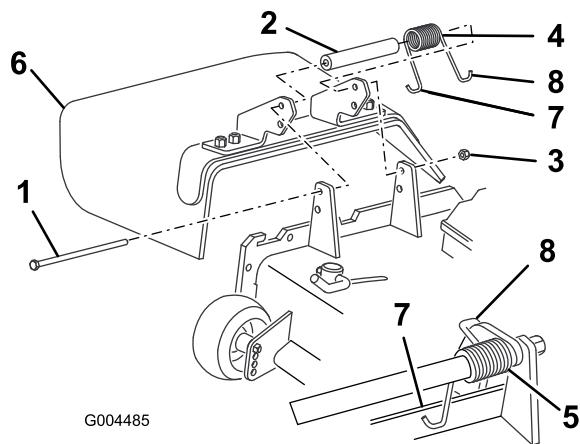

Bild 76
2. Entfernen Sie die Sicherungsmutter, Schraube, Feder und das Distanzstück, mit denen das Ablenkblech an den Drehhalterungen befestigt ist (Bild 76).
3. Legen Sie das Distanzstück und die Feder zwischen die Halterungen des Ersatzablenkbleches (Bild 76).
befindet, bevor Sie die Schraube einsetzen, wie in Bild 76 abgebildet.
Hinweis: Führen Sie das J-förmige Hakenende der Feder um das Ablenkblech (Bild 76).